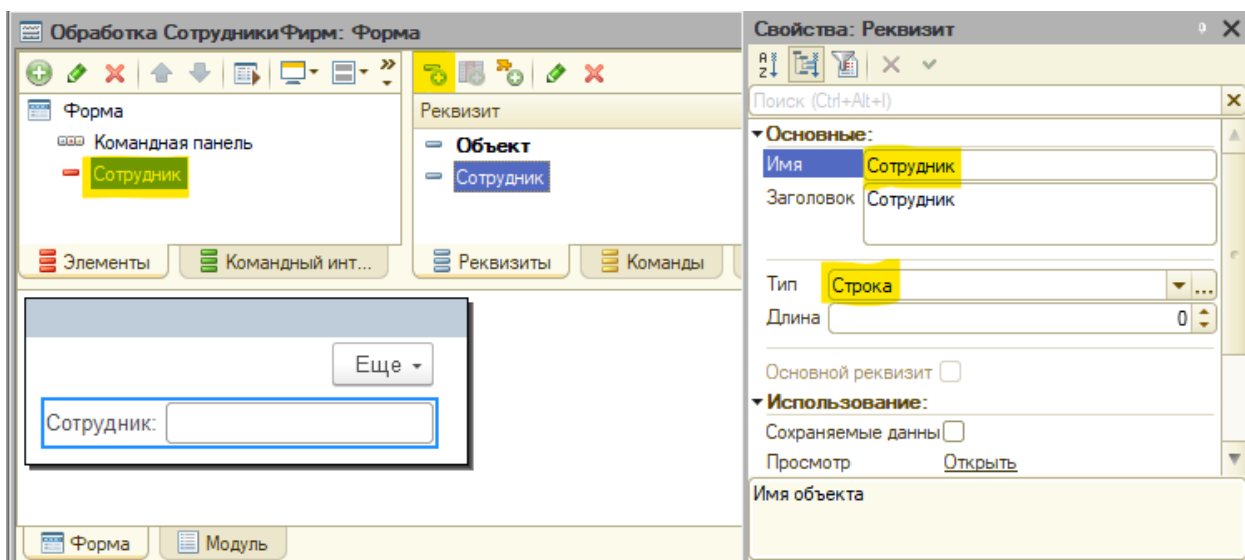

Рис. 5.35. Создание реквизита «Сотрудник»
- реквизит Сотрудник: тип данных – Строка (рис. 5.35);